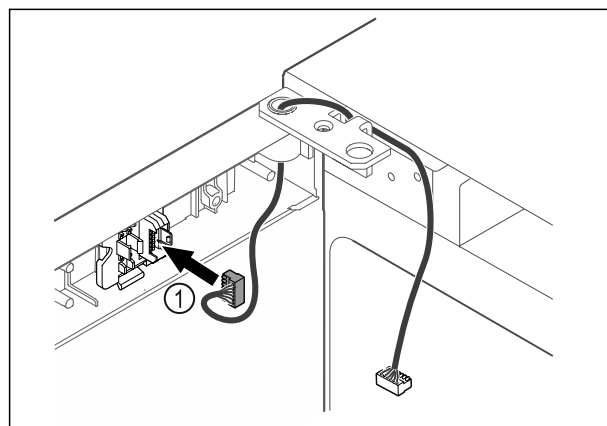

Fig. 48
- ▶ Τοποθετήστε το φικ Fig. 48 (1) στο στήριγμα του φικ.